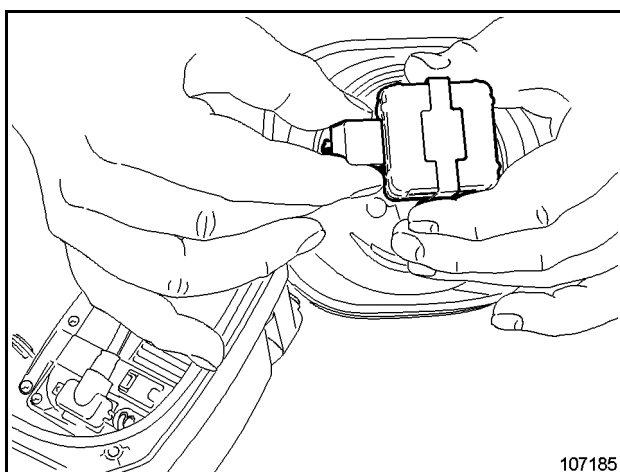

Fig. 3-49:
- Retirar el enchufe de la lámpara xenón (Fig. 3-49:).